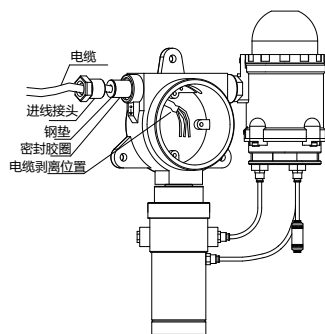

图 4 安装结构示意图
- 按照图 4 所示顺序将电缆穿过进线接头或防爆挠性管、钢垫、密封胶圈、探测器进线口, 最后必须用工具拧紧, 以使密封胶圈完全抱紧传输电缆, 起到防爆作用。